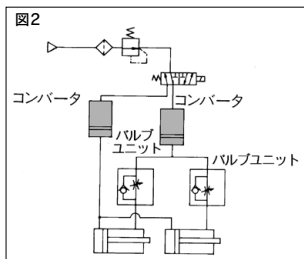

図2
- ④ 1つのコンバータで2本以上のアクチュエータを作動(同期化ということではない)させる場合は、図2のように個々のシリンダにバルブユニットを使用ください。なお、動作は、動き易い状況のアクチュエータから順に動き出します。